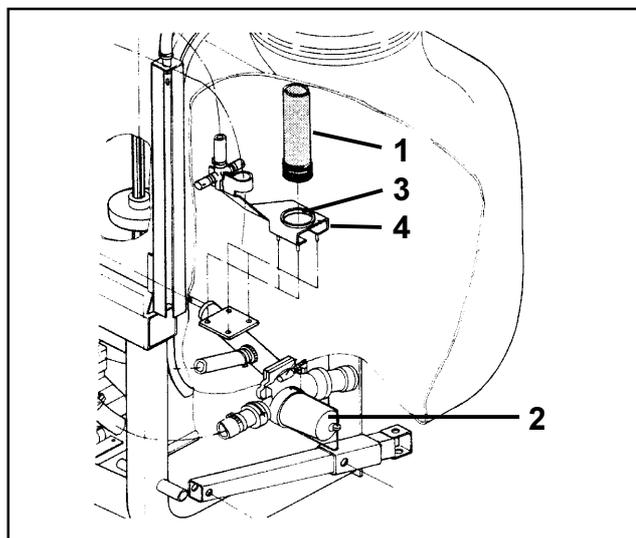

Fig. 10.3
Avec l'urée, nous recommandons l'emploi du filtre (fig. 10.3/1) afin d'éviter que des particules d'urée non dissoutes, ne parviennent, lors du remplissage, à pénétrer dans la zone d'aspiration et dans certains cas ne puissent arriver à boucher la vanne-filtre (fig. 10.3/2).
- Retirez le bouchon du raccord fileté (fig. 10.3/3) placé dans le puisard.
- Vissez vers la droite le filtre pour urée dans le support (fig. 10.3/4).